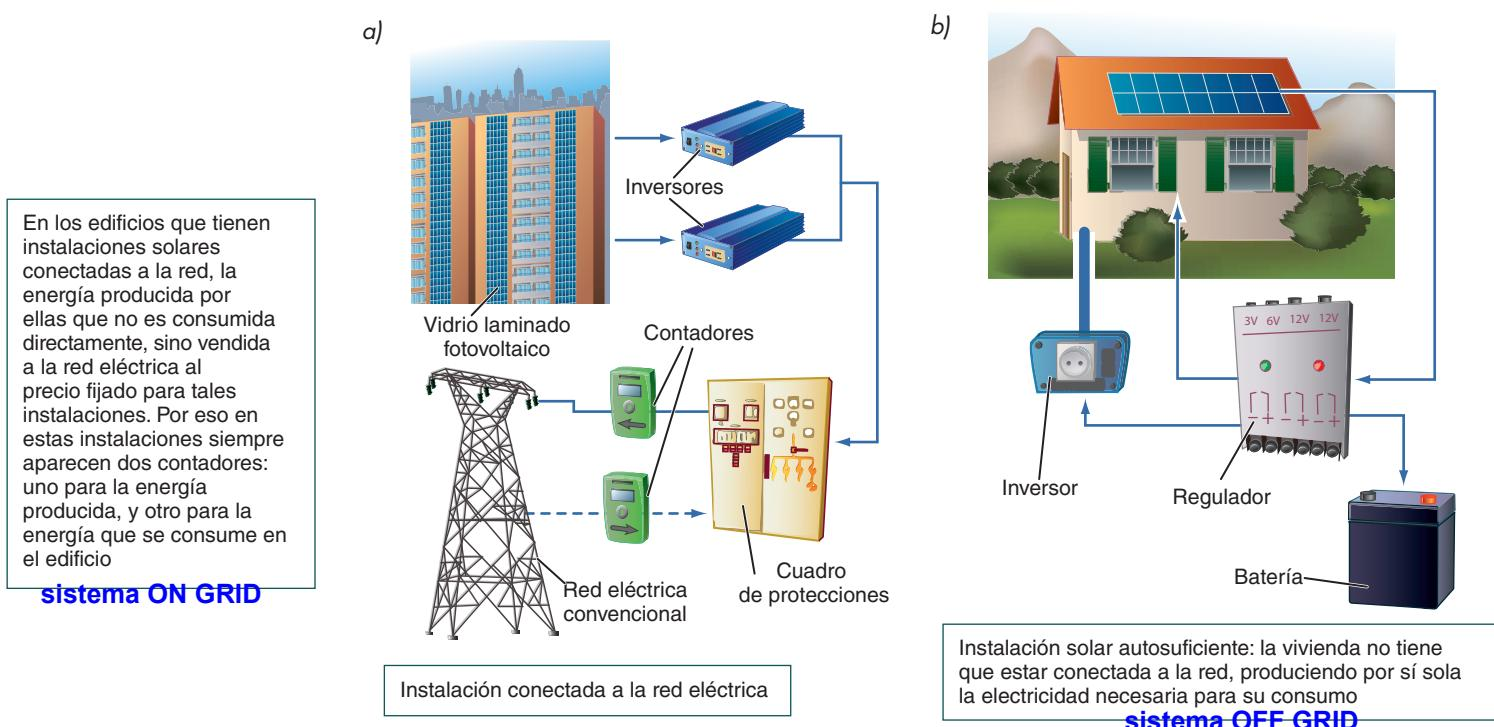

Fig. 1.3. Sistema conectado a red (a) e instalación fotovoltaica autónoma (b).
- **Métodos directos:** en ellos la luz del sol es convertida directamente a electricidad mediante el uso de las células solares. Se distingue entre *sistemas conectados a red* y *sistemas aislados* (Fig. 1.3).